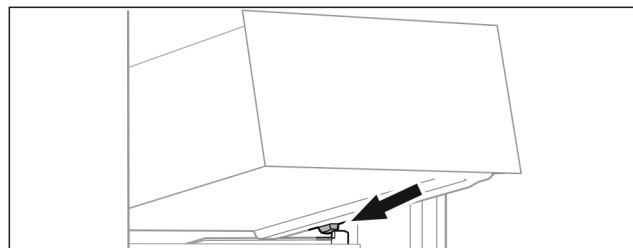

Fig. 62
- ▶ Nasadte zásuvku šikmo za zářky na žebrování na nádoby. (viz Fig. 62)